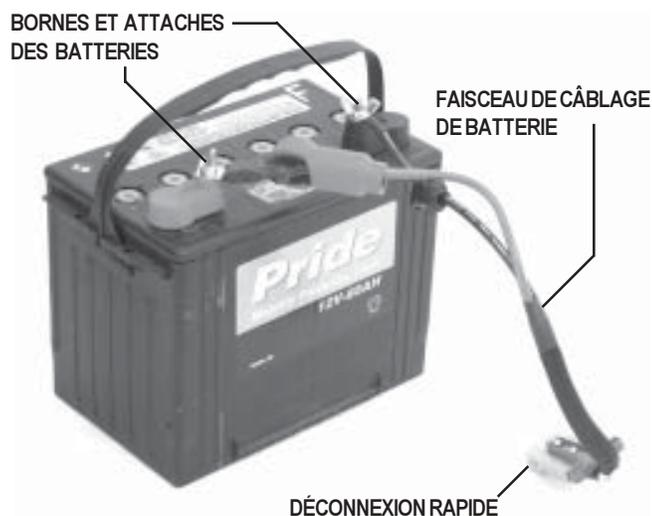

Figure 26. Batterie et faisceau
5. Repérez les déconnexions rapides de la batterie sur la structure et déconnectez-les deux. Voir la figure 26.